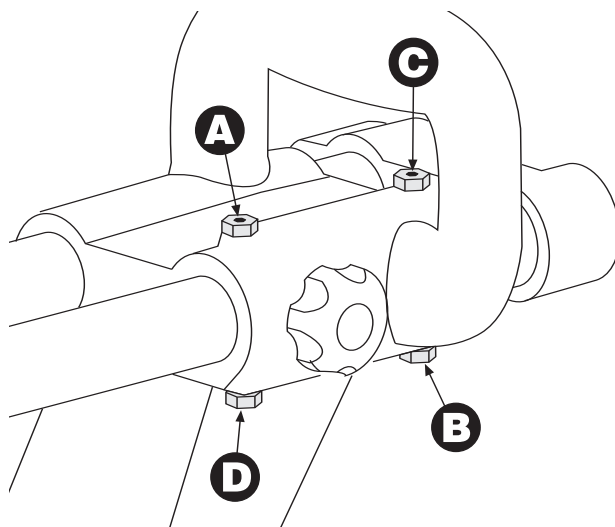
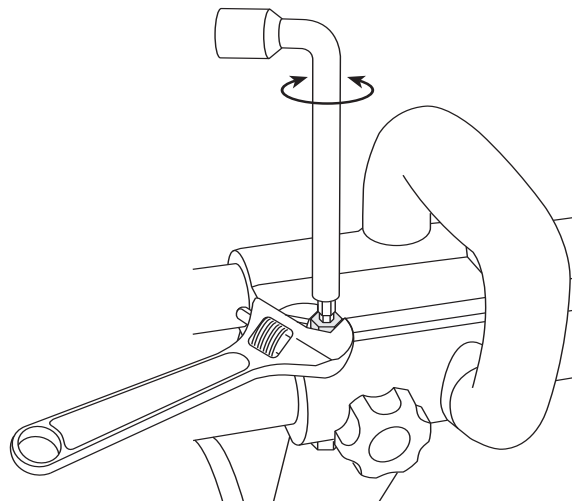

Figure 1. Vis de réglage
Figure 2. Serrez ou desserrez la vis de blocage
1. Repérez les 4 vis de réglage (A,B,C &D) situées sur le boîtier du coulisseau. (Figure 1)
2. Desserrez l'écrou de la vis de réglage (A) à l'aide d'une clé à molette.
3. Serrez ou desserrez la vis de blocage (A) à l'aide de l'extrémité 4 mm de l'embout de l'outil multifonctions de manière à minimiser le jeu du coulisseau tout en maintenant l'effort de glissement désiré.
4. Après avoir réglé la vis de réglage (A), tenez-la à l'aide de la clé Allen de 4 mm et serrez l'écrou à l'aide d'une clé à molette sans bouger la vis de réglage. (Figure 2)
5. Répétez les étapes 2 à 4 pour les vis de réglage restantes dans l'ordre indiqué sur la figure 1.